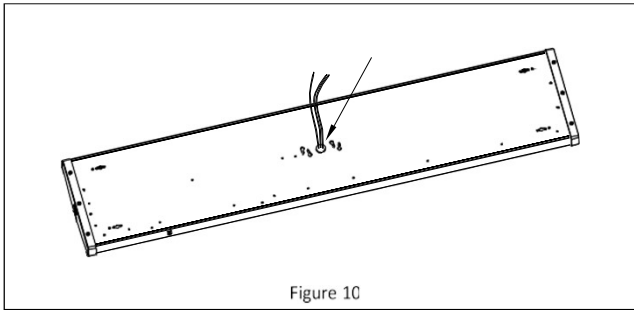

Figure 10
6. Punch through the center knockout and pull the black white and green wires through. **See Figure 10.**
6. *Enfoncez la débouchure centrale et tirez sur les fils noir, blanc et vert pour les faire passer à travers l'orifice. Reportez-vous à la Figure 10.*